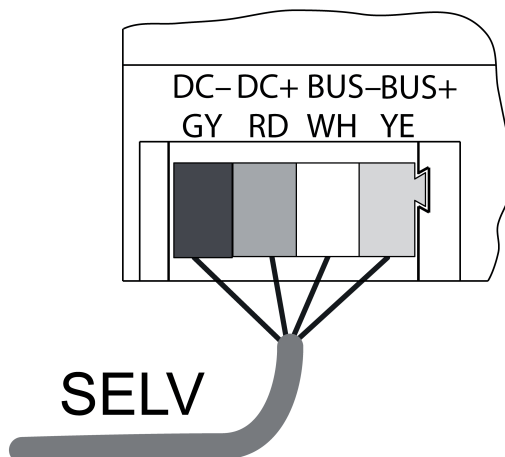

Bild 2: Anslutningsplan bussledning
- Anslut en apparat med busskabel (bild 2) till mottagarmodulen REG och till spänningsförsörjning (se anvisningar för mottagarmodul REG och spänningsförsörjning).